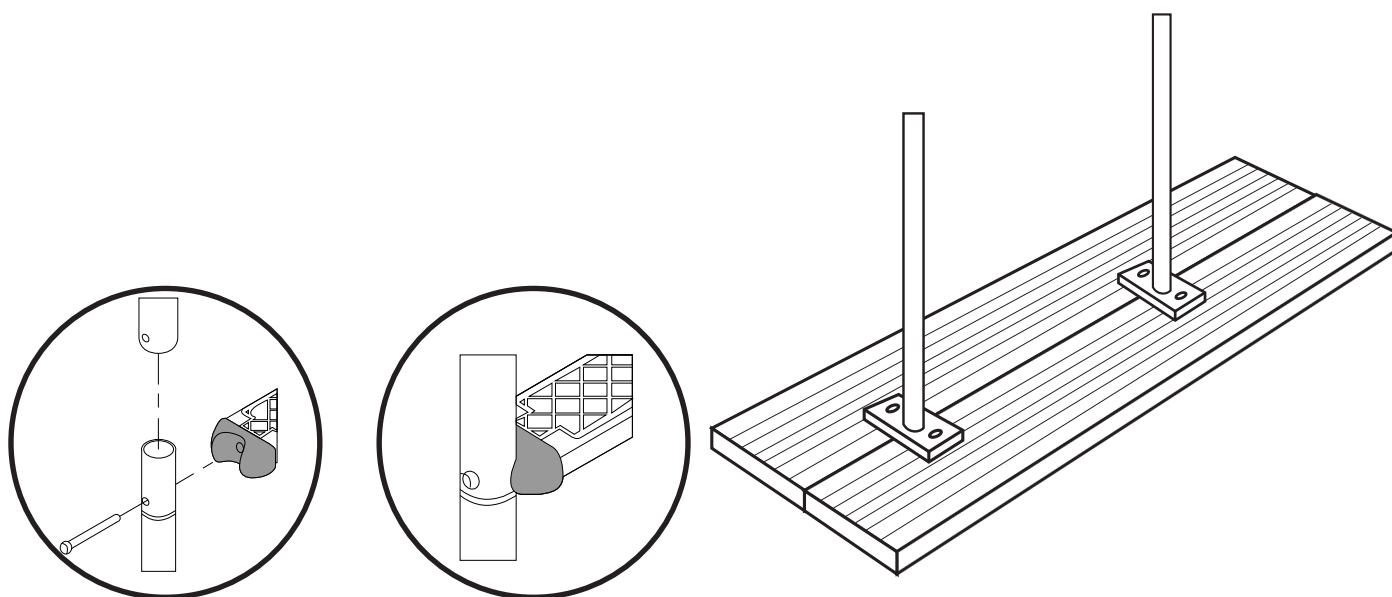

Fig. 21
- A.-** Assemblare i corrimano superiore (1) e inferiore (10) tramite l'incastro, fissandoli insieme ai gradini (9) e collegandoli ai corrimano con le viti (11), i dadi (8) e le rondelle (7) corrispondenti. (Fig.21) **B.-** Montare i fermacorrimano (12) per evitare che la scala possa danneggiare la piscina. **C.-** Dopo aver assemblato la scala, posizionarla sulla piscina e praticare quattro fori  $\varnothing 9\text{mm}$  utilizzando la piastra come dritta. **D.-** Fissare la contropiastra (6) impiegando le viti (3), le rondelle (4,7) e i dadi (8) con la chiave da 12-13. (Fig.22) **E.-** Installare le coperture decorative (2).